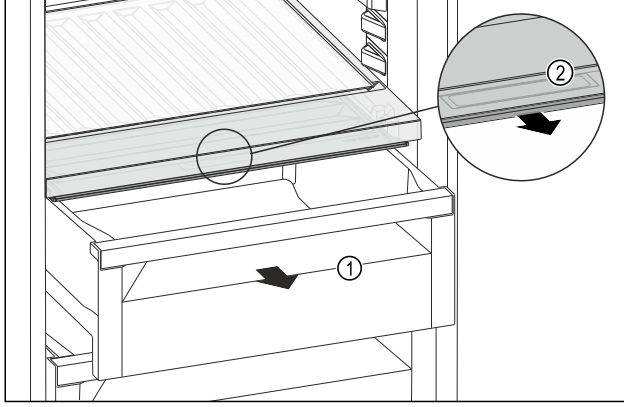

Fig. 170
- Çekmece bölmesini Fig. 170 (1) çekerek çıkarın.
- Raf kapağındaki tutma boşluğundan Fig. 170 (2) tutun ve aynı anda raf kapağını öne doğru çekin.